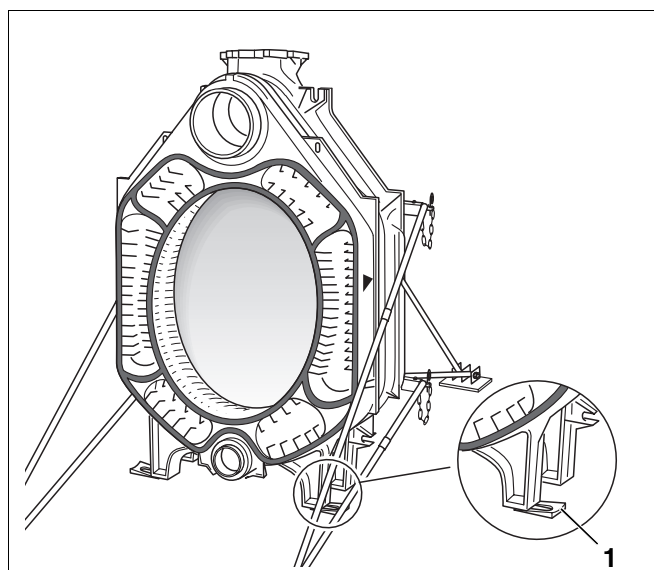

Fig. 18 Anvendelse af fodkiler
Fig. 18 viser bagelementet med monteret mellemelement. Forberedelserne til montering af det næste mellemelement er allerede udført. Kedelementet er rettet ind med fodkiler for at lette monteringen (Fig. 18, **pos. 1**). Fodkilerne anvendes også til den senere, endelige justering af den færdige kedelblok.